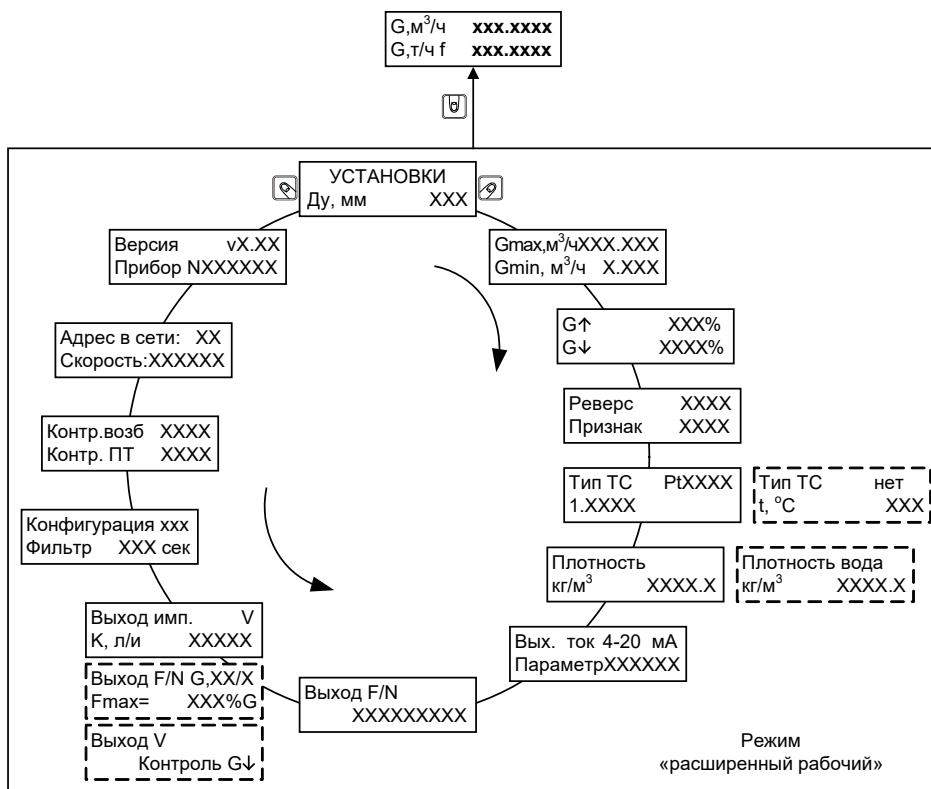

Рис. 9.2
9.2.2 Порядок перехода между окнами меню режима **«Расширенный рабочий»** и **«Служебный»** изображен на рис. 9.2.